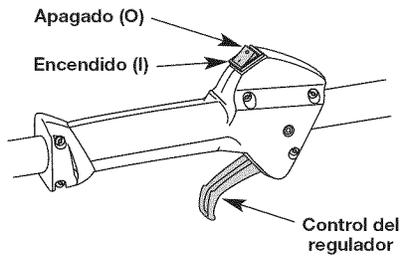

Fig. 7
**NOTA:** No hay necesidad de girar la unidad. Encendido/de parada el control (Fig. 7) está en la posición de trabajo siempre (I).
2. Coloque el control de encendido y apagado en posición de APAGADO (O) (Fig. 7).
- NOTA:** No hay necesidad de girar la unidad. Encendido/de parada el control (Fig. 7) está en la posición de trabajo siempre (I).